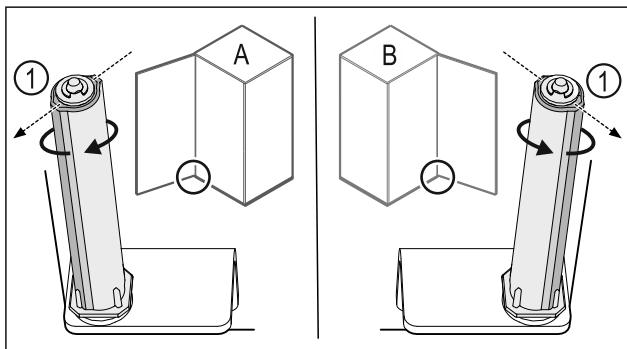

Fig. 39 Отваряне наляво (A) / отваряне надясно (B)
- ▶ Въртете затварящата система срещу съпротивлението, докато реброто на затварящата система Fig. 39 (1) сочи навън.